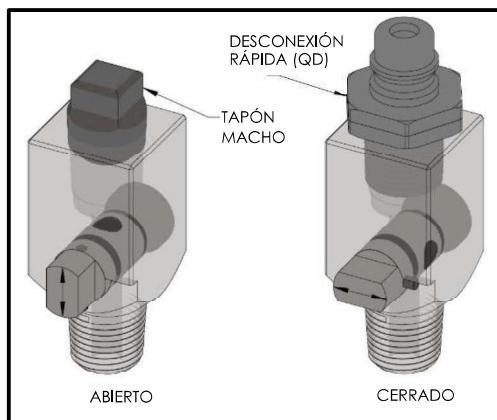

Figura 3
4. Cierre todos los puertos de inyección del sellador, tal como se muestra en la Figura 3.
5. Para agilizar y facilitar la inyección del sellador en conexiones que requieran más de 2 barras en forma de "J", se agregaron adaptadores de desconexión rápida a los conjuntos más recientes de la bomba inyectora de sellador "PLIDCO Sealant Injection Pump". Atornille los nuevos adaptadores de desconexión rápida directamente en el puerto de inyección del sellador, tal como se muestra en la Figura 3. Si ya tiene una unidad existente y desea actualizarla, comuníquese con PLIDCO para obtener información sobre el kit de actualización.